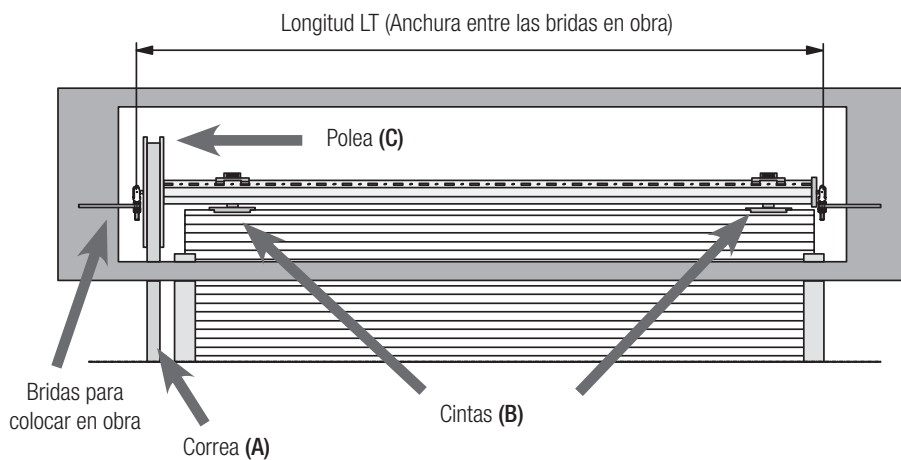

Fig. 3
2. Libere la correa (fig. 3 ref. A) de la polea (fig. 3 ref. C) y desenganche las cintas (fig. 3 ref. B) del rodillo existente.
- 1) EL KIT RODILLO TELESCÓPICO JACK DEBE ENSAMBLARSE EN FUNCIÓN DE LA LONGITUD "LT" (Fig. 3 ó 5)